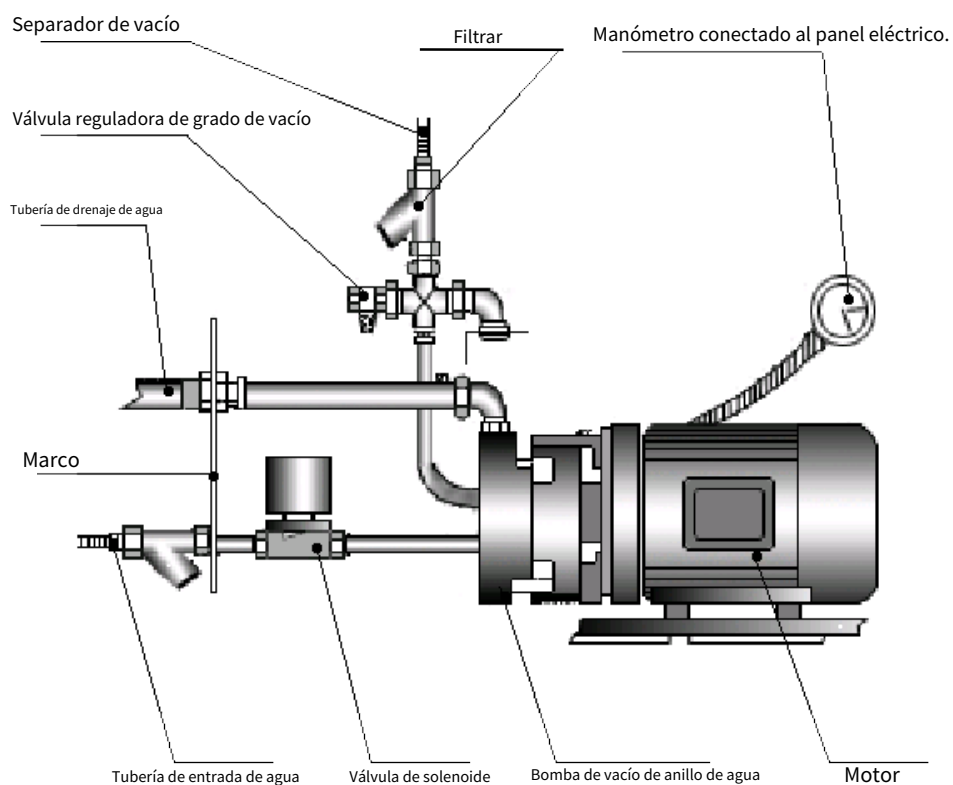

Fig. 33 Sistema de vacío
5.2.15 Ajuste del vacío (consulte la Fig. 33)